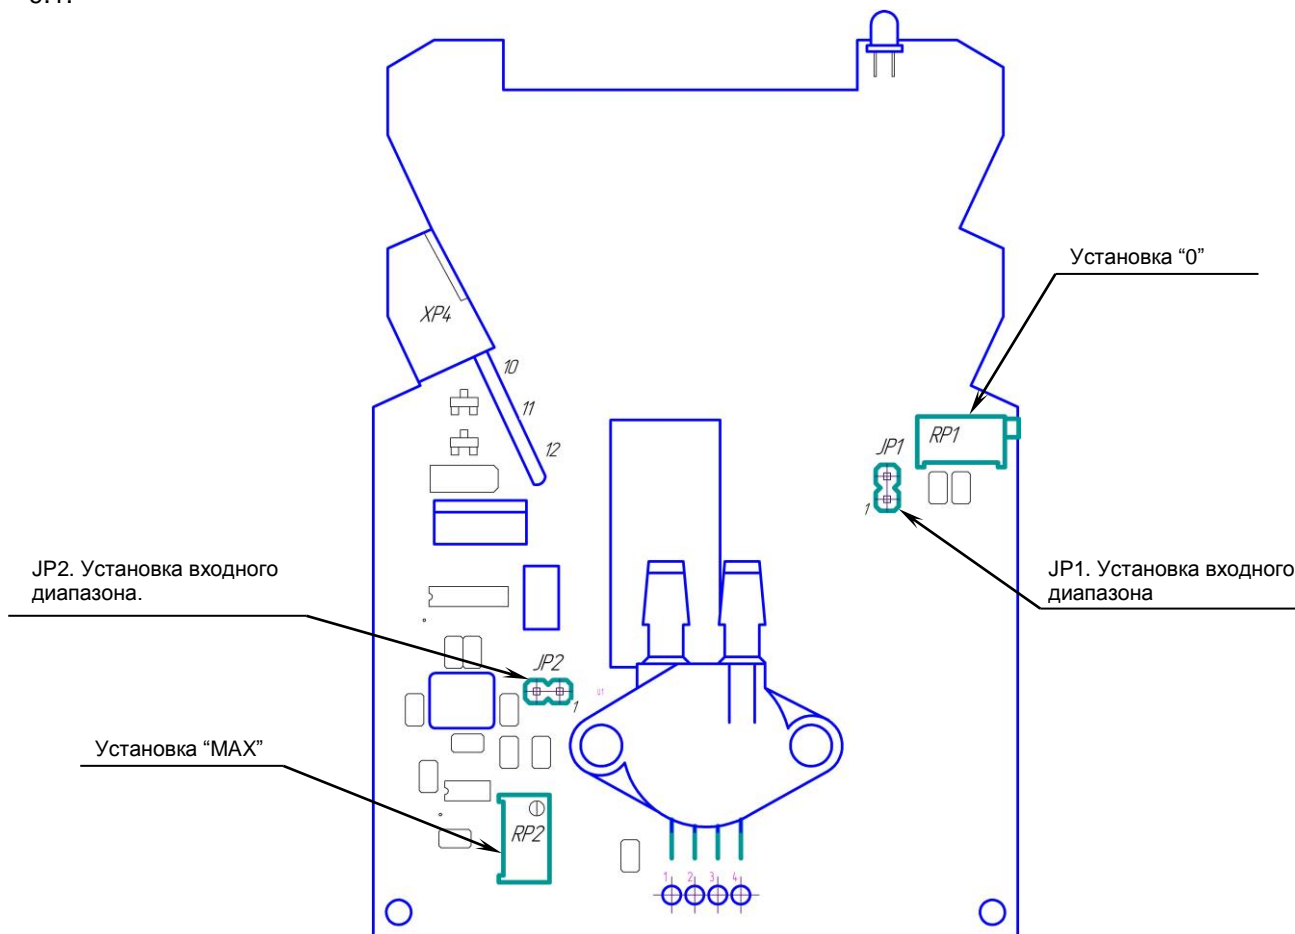

Рисунок 9.1 – Схема расположения блоков переключки выбора входного сигнала ПЭП-420
9.4 Для переналадки преобразователя на другие входные сигналы используйте рисунок 9.1 и таблицу 9.1.